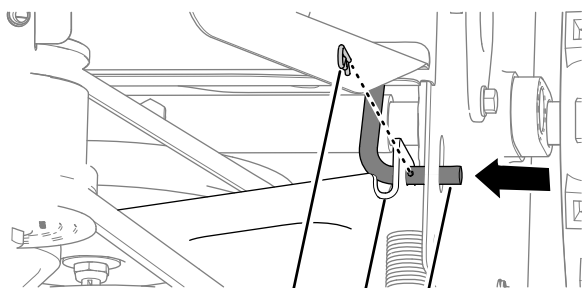

Figure 40
2. Retirez la goupille fendue de la tige de commande de déplacement (Figure 40).
3. Déposez la tige de commande de déplacement de son support en la déplaçant vers l'intérieur (Figure 40).
5. Déplacez le support de commande de déplacement en arrière et alignez le trou du support sur la tige de commande de déplacement (Figure 40).
6. Glissez la tige à travers le support et fixez-la avec la goupille fendue (Figure 40).